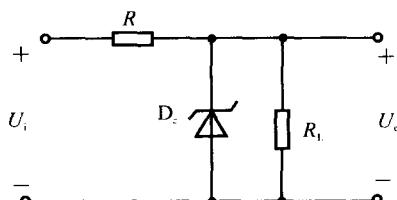

图 1.3.6
**1.3.6** 要求设计一个稳压二极管稳压电路, 如图 1.3.6 所示, 输出电压为 10 V, 输入电压  $U_i$  为  $(25 \pm 5)$  V, 负载  $R_L$  变化范围为  $0.5$  kΩ  $\rightarrow \infty$ 。试选择稳压管参数  $P_{DZ}, I_{Zmax}, U_Z$  及限流电阻  $R$  数值。
**1.3.7** 在图 1.3.6 中, 若稳压管的动态电阻  $r_Z = 10 \Omega$ , 当  $U_i = (25 \pm 5)$  V 时, 求  $\Delta U_o$  大小。